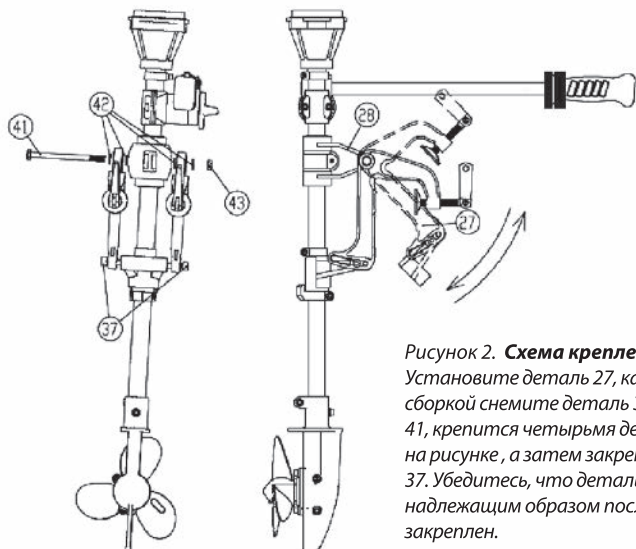

Рисунок 2. **Схема крепления дейдвуда**
Крепления подвесного мотора производится с помощью винтового зажима рис. 2. Они фиксируют фрамугу судна между кронштейном установки двигателя и пластинами винтовой резьбы. Крепления должны проверяться каждый раз, перед тем как эксплуатировать мотор. Страховочный трос или цепь должны быть также использованы для защиты двигателя от падения с лодки, если зажимы разрабатываются в процессе эксплуатации судна. На более крупных бортовых моторах монтажный кронштейн обычно соединяется болтом через пластину фрамуги. Это - более безопасный метод, но нужно регулярно проверять крепления.
- Проверить надежность крепления агрегата к лодке (рис. 2)